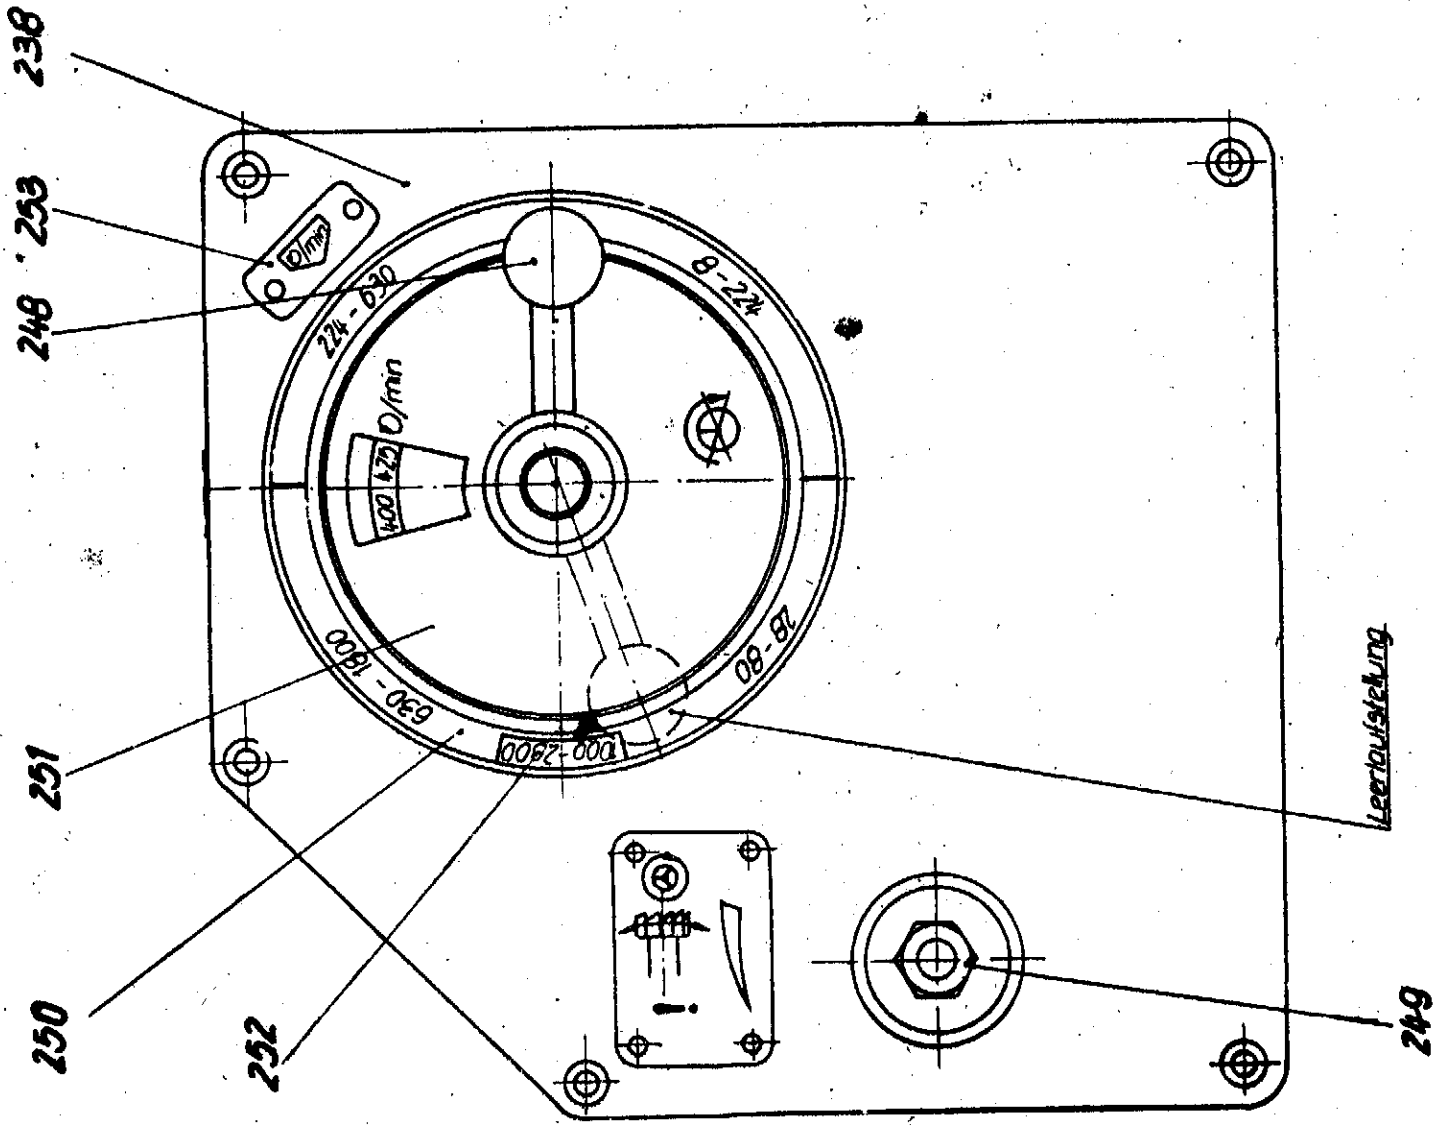

Abb. 7
Das Umlegen des Sicherungshebels ist nur in der Leerlaufstellung des Getriebes möglich. D. h., wenn in der Abb. 7 der Schalthebel 248 in der dargestellten Leerlaufstellung steht, der Skalenträger 250 das hohe Drehzahlbereich anzeigt und die Leerlaufstellung 252 auf dem Skalenträger unter dem Anzeigefeil 253 zu stehen kommt. Diese Sicherheitsmaßnahme dient dem Schutz der Zahnräder bei Direktantrieb der Frässpindel. Soll der Antrieb über das Zahnradgetriebe geleitet werden, so muß der Sicherungshebel 242 erst nach oben geschwenkt und eingerastet werden, ehe der Schalthebel 248 wieder bewegt werden kann. Der Wechsel von Antrieb der Frässpindel über das Zahnradgetriebe auf Direktantrieb der Frässpindel geschieht folgendermaßen:
**Erläuterung der auf Abb. 7 verwendeten Ziffern**